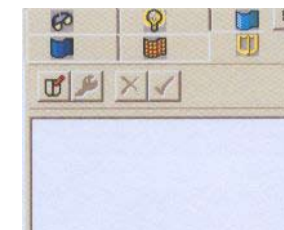

Рис. 104
- Выберите вкладку **Accessory** в **Browser Bar** (рис. 104).